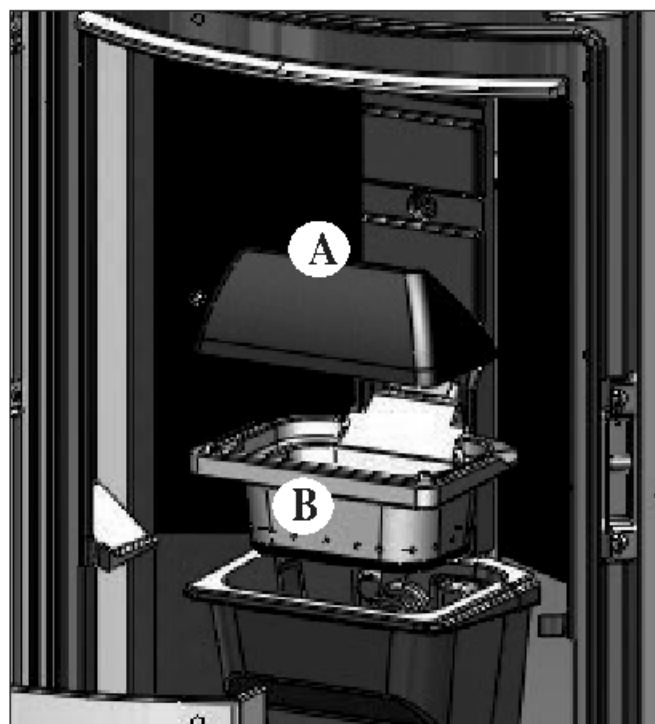
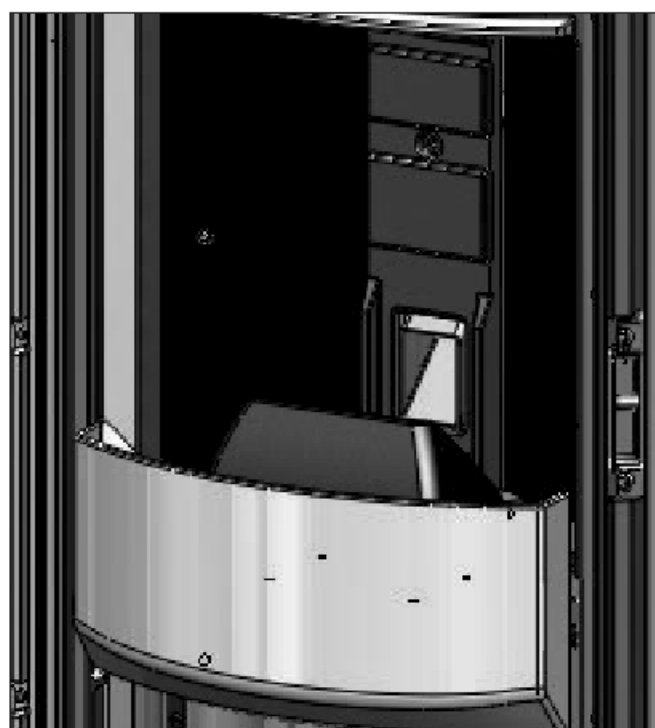

fig. 1
fig. 2
Dopo la normale pulizia, il **NON CORRETTO** accoppiamento del crogiolo superiore (A) (fig. 1) con il crogiolo inferiore (B) (fig. 1) può compromettere il funzionamento della stufa. Quindi prima dell'accensione della stufa, assicurarsi che i crogioli siano accoppiati correttamente come indicato in (fig. 2) senza presenza di cenere o incombusti sul perimetro di contatto.